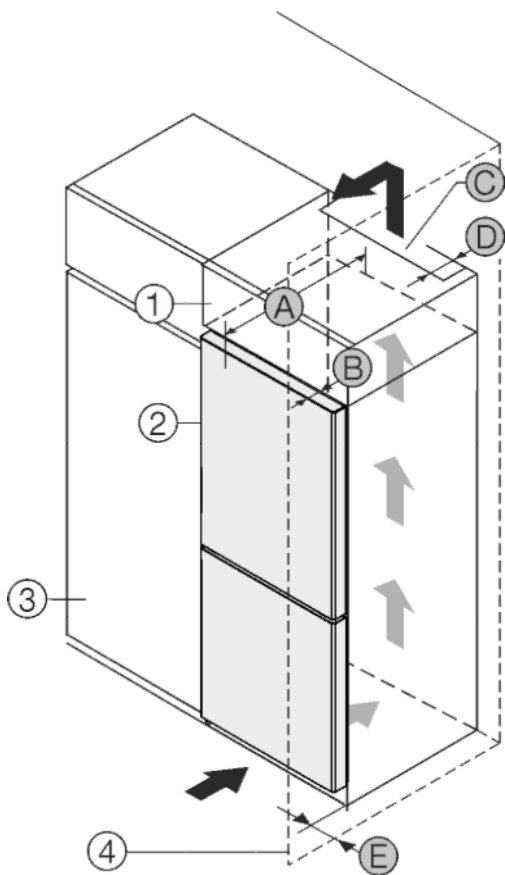

Fig. 47
Устройство может быть окружено кухонными шкафами. Чтобы уравнять устройство Fig. 47 (2) по высоте с кухонной стенкой, можно установить над устройством дополнительный шкафчик Fig. 47 (1).
Установить устройство можно непосредственно рядом с кухонным шкафом Fig. 47 (3). Чтобы можно было полностью открыть двери, устройство должно выступать на глубину Fig. 47 (B) относительно передней стенки кухонного шкафа. В зависимости от глубины кухонных шкафов и использования пристенных распорок устройство может выступать и больше.
- На задней стенке дополнительного шкафчика должен быть вентиляционный канал с глубиной Fig. 47 (D) по всей ширине этого шкафа.
- Нужно соблюдать вентиляционное отверстие Fig. 47 (C) под нижней панелью.
Если устройство установлено на шарнирах у стены Fig. 47 (4), то нужно соблюдать расстояние Fig. 47 (E) между устройством и стеной.